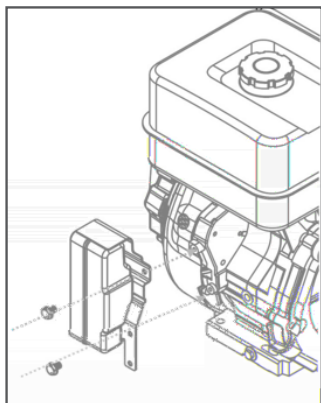

Рис. 4 Установка корпуса замка зажигания
- закрепить корпус замка зажигания на картере двигателя при помощи двух винтов (Рис. 4);